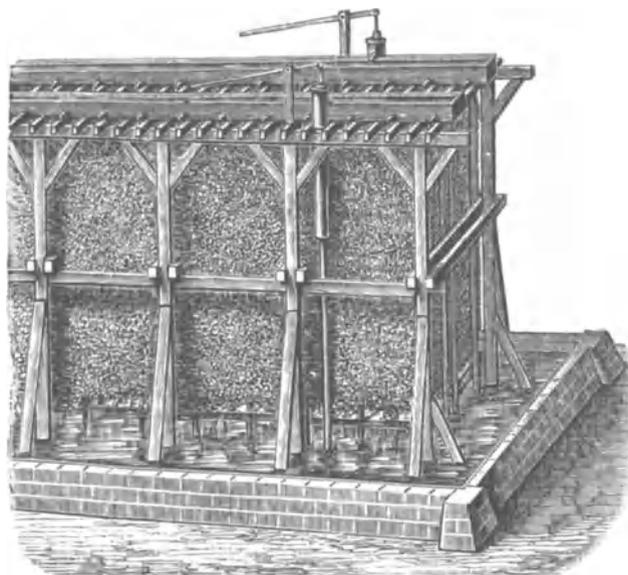

Abb. 33. Gradierwerk.
b) Gewinnung aus Salzsolen. Quellen, die 5% und mehr Kochsalz enthalten, nennt man Salzsolen. Diese Salzsole wird in Salinen oder Salzsudwerken dadurch salzreicher gemacht, daß man sie auf ein hohes, aus Weißdornbündel aufgeschichtetes Gerüst (Gradierwerk, Abb. 33) pumpt, auf dem sich oben in der Längsrichtung eine Laufrinne mit kleinen Öffnungen befindet. Die Sole fließt langsam an den Dornreisern herab, wobei Wasser verdunstet und die in Wasser schwer löslichen Salze, wie Gips und saurer kohlensaurer Kalk, sich an den Dornen absetzen (Dornstein), während sich unten eine kon-